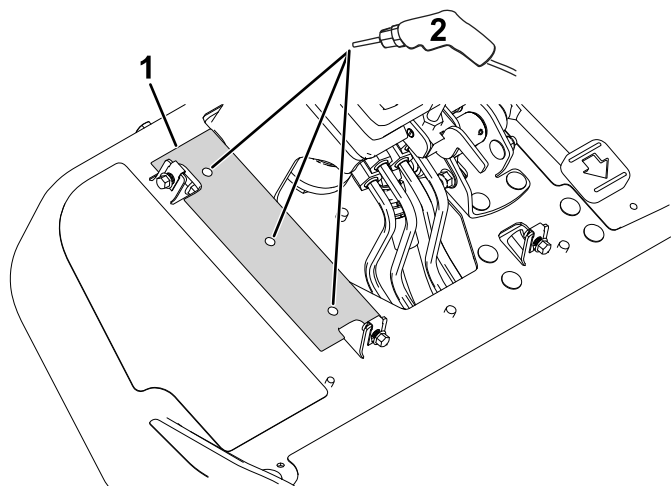

Рисунок 3
3. Совместите вырезы шаблона для сверления отверстий в ребре жесткости с вырезами в платформе, как показано на Рисунок 3.
6. Совместите монтажный кронштейн рулевого управления с ранее просверленными отверстиями в платформе (показанными на Рисунок 3).